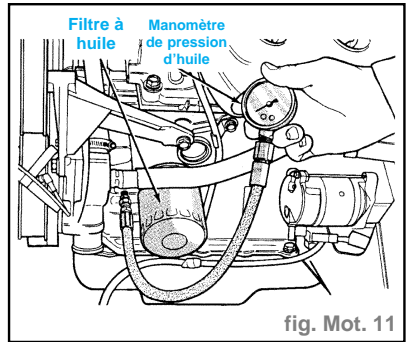

fig. Mot. 11
- Déposer l'émetteur de pression d'huile et poser le manomètre (fig. Mot. 11).